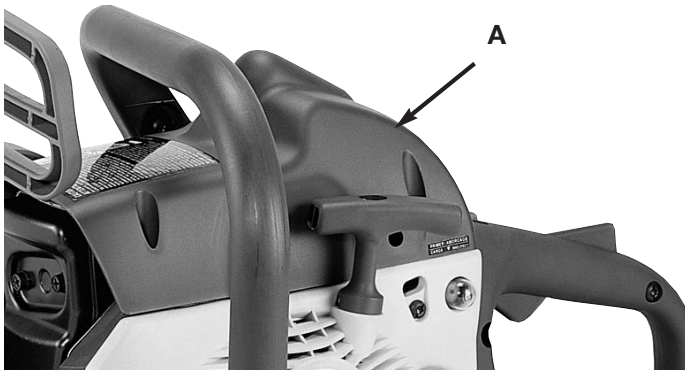

Fig. 25
1. Retirer les 2 vis de fixation du couvercle du filtre à air (A) et retirer le couvercle, puis le filtre (Fig. 25).